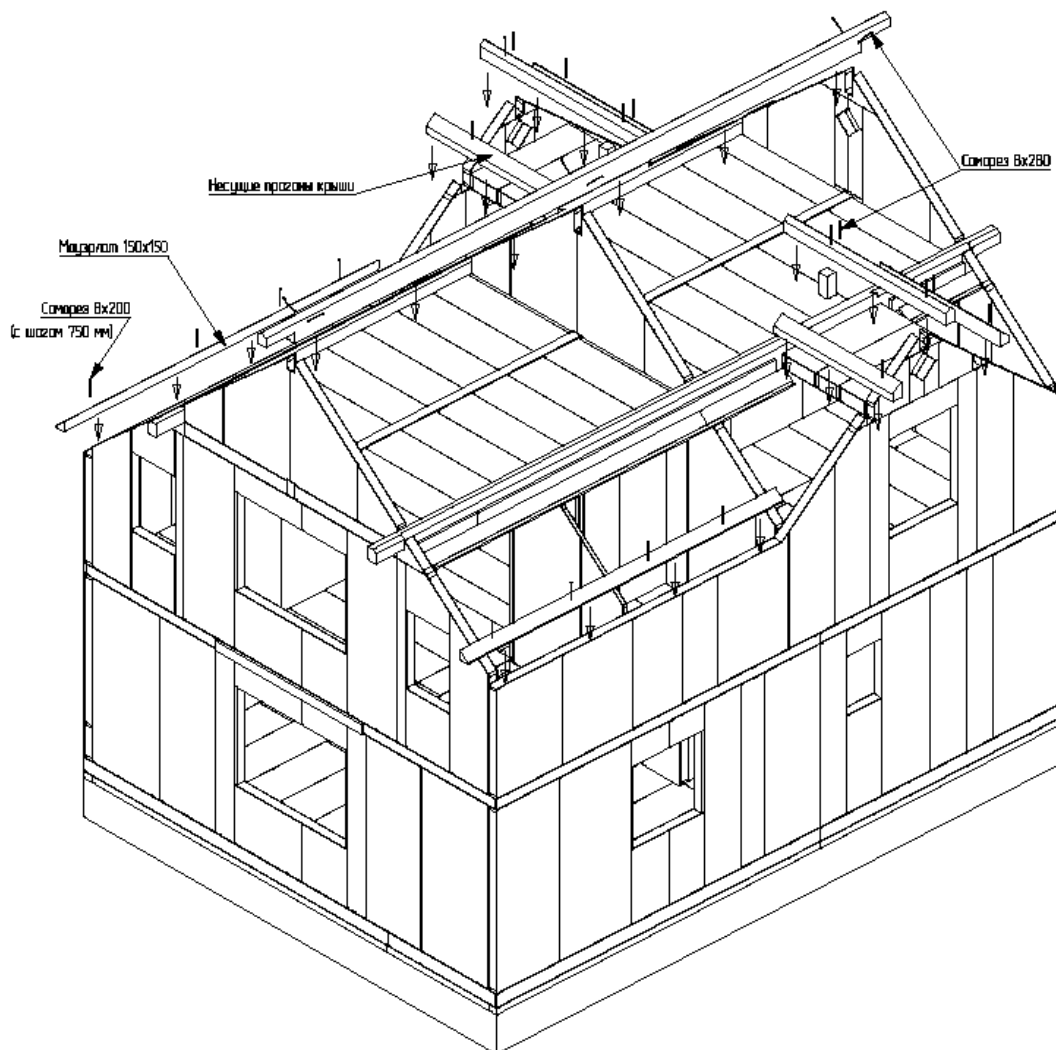

Рис. 17: Установка прогонов крыши.
16. После сборки всех стен дома и всех перекрытий, следует приступить к сборке крыши. В первую очередь внимательно изучаются схемы монтажа крыши и планы раскладки панелей крыши. Сборка крыши начинается с установки несущих силовых конструкций крыши: мауэрлатов и прогонов, в т.ч. конькового (Рис. 17). В общем случае все силовые элементы опираются на несущие стены и стойки, и передают на них нагрузку от покрытия. Прогоны достаточно просто зафиксировать саморезами 8x280 по 2 шт. на одно место опирания. Если устройство